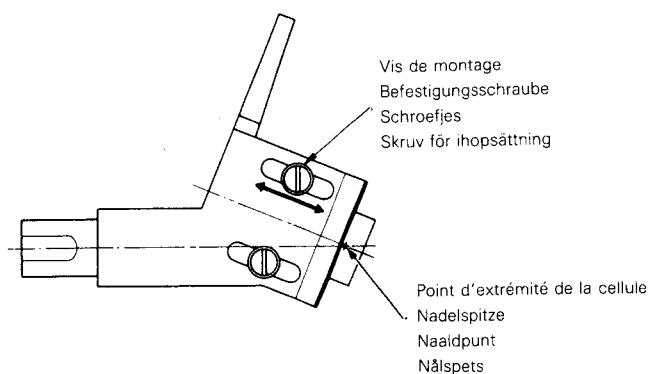

Fig. 14
2. Fixez la cellule à la coquille au moyen des vis et des écrous fournis mais ne bloquez pas encore les vis. Vous devez d'abord régler l'écartement de la pointe par rapport à l'extrémité du bras. La figure 14 montre la position correcte de la coquille et de la cellule. Une fois le réglage terminé, serrez définitivement les deux vis de la coquille.
2. Das Tonabnehmersystem mit je zwei Schrauben, Unterlegscheiben und Rundmuttern am Tonkopf anbringen. Die Schrauben jedoch noch nicht fest anziehen. Als nächstes wird der Überhang eingestellt. Fig. 14 zeigt den Tonkopf mit dem Tonabnehmersystem in der Seitenansicht und in natürlicher Größe. Den Tonkopf so auf die Abbildung legen, daß er mit deren Umriß deckungsgleich ist. Dann das Tonabnehmersystem unter Bezugnahme auf die Lage der Abtastnadel ebenfalls auf die Abbildung ausrichten und die beiden Schrauben fest anziehen.
2. Bevestig het element in de houder met behulp van de meegeleverde moertjes en schroefjes, maar draai ze nog niet vast. Nu moet u als volgt de overhang-instelling maken: Onderstaande figuur laat op ongeveer ware grootte element en elementhouder zien. Verschuif het element zodanig tot de aangegeven afstand is ingesteld en schroef het element vervolgens goed vast. (Fig. 14)
2. Fäst pickupen på pickupskalet med skruvarna och muttrar som finns i förpackningen, men dra inte åt skruvarna. Först måste du göra överhängsjustering på följande sätt: Bilden nedan visar pickupskalet och pickupen i normal storlek och i rätt position. Passa in pickupen mot pickupskalet till det läge som bilden visar och lås fast den genom att dra åt skruvarna ordentligt. (Fig. 14)